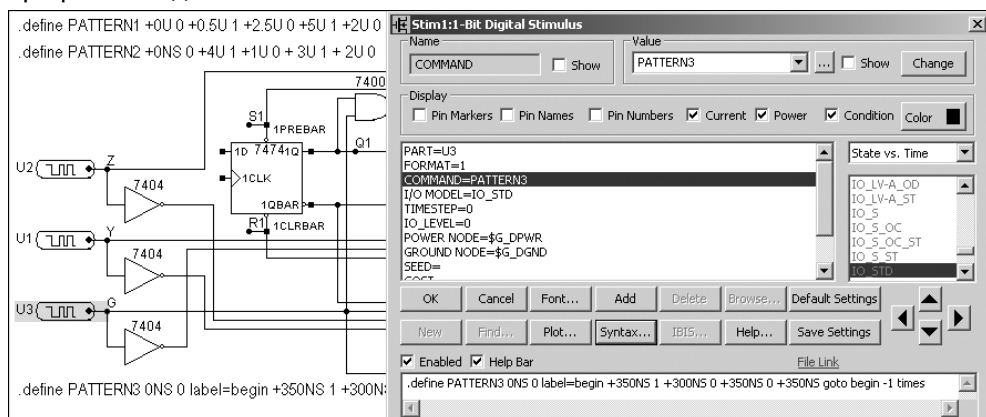

Рис. 2.44 – Окно задания генератора цифрового сигнала
Для выполнения моделирования необходимо нужным образом запрограммировать тестовые последовательности для однобитовых генераторов цифровых сигналов U1 (Y), U2 (Z), U3 (G). Однобитовые цифровые генераторы выбираются командой *Component>Digital Primitives>Stimulus Generators>Stim1*. При размещении генератора на поле схемы (или при его выборе двойным кликом мыши) открывается окно задания его параметров, в нижней части которого можно на специальном языке задать последовательность логических состояний (рис. 2.44). До этой процедуры можно порекомендовать